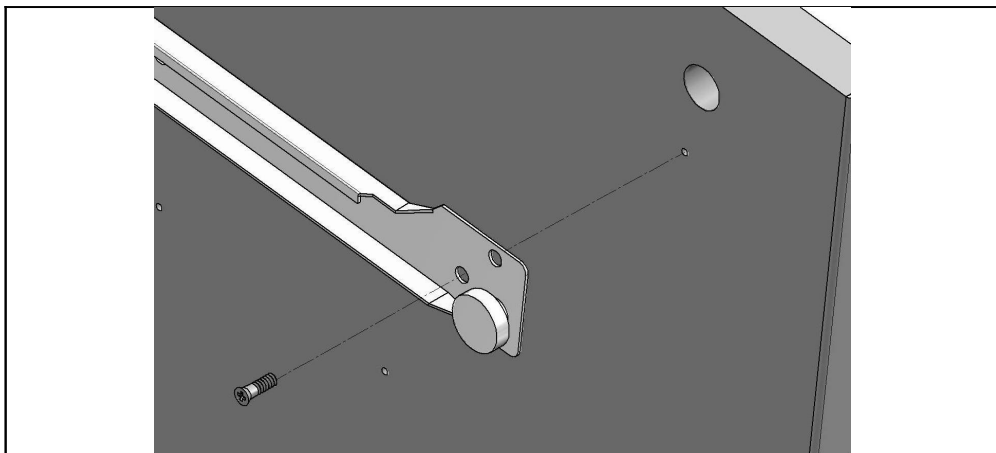

Рис. 3
4.1.3. К боковине правой (поз. 5) прикрутить направляющие роликовые правые L=500 (наружные) (поз. 23, 25) при помощи евро-винтов ЕС4,0х13 или саморезов с потайной головкой 3,5х16 (поз. 21) (см. рис. 3а), предварительно совместив отверстия в направляющих роликовых левых с отверстиями в боковине левой (см. рис. 3)
Рис. 3а